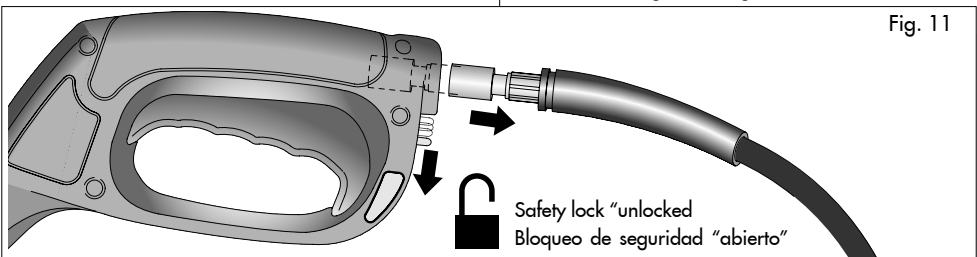

Fig. 11
3. Disconnect high pressure hose by previously unlocking hose safety device. (Fig. 11)
3. Desconectar la manguera de alta presión abriendo previamente el dispositivo de seguridad de la manguera. (Fig.11)